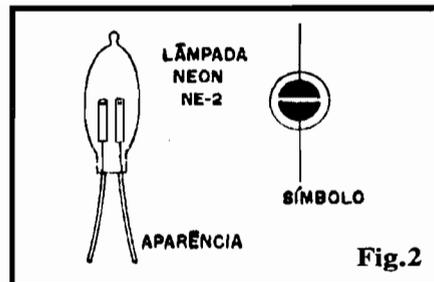

Fig.2
- FIG. 2 - DETALHANDO A LÂMPADA NEON NE-2 - Como é um componente utilizado menos frequentemente nas montagens mostradas aqui em APE, vamos a algumas "dicas" visuais sobre a lampadinha de Neon... A figura mostra a sua aparência e o símbolo adotado para representá-la esquematicamente, nos diagramas de circuito... Trata-se de componente **não polarizado**, podendo então trabalhar (dentro dos seus limites elétricos...) tanto sob C.A. quanto sob C.C. Chamamos a atenção para um fato: sob C.A. **ambos** os eletrodos internos mostrarão a luminiscência durante a ionização... Já sob C.C. (como é o caso do funcionamento do MOBILE...), apenas um dos eletrodos se iluminará... A luz é tênue, porém marcante, em cor amarelada, pouco visível em
- 8 - Lâmpadas de Neon, tipo NE-2 (VER FIG. 2)